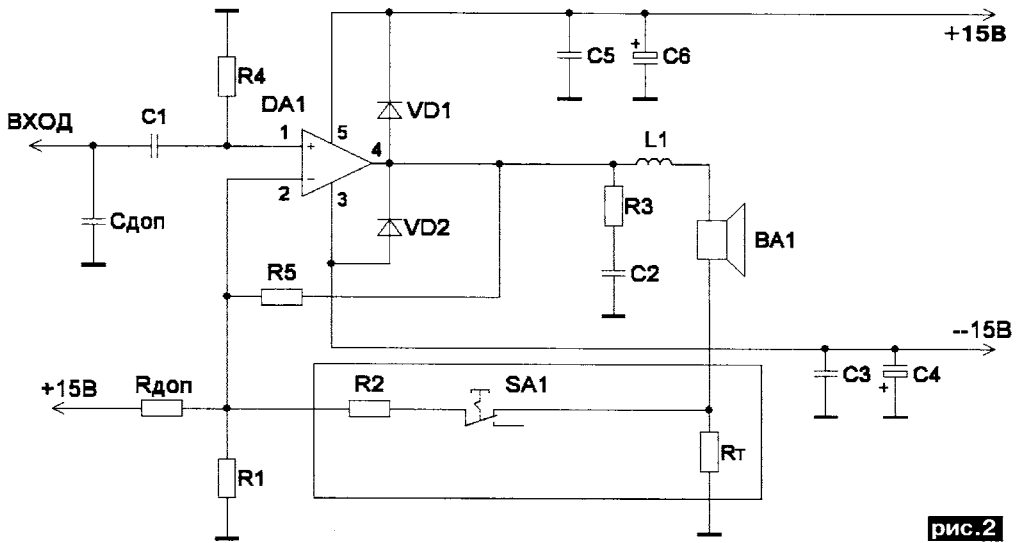
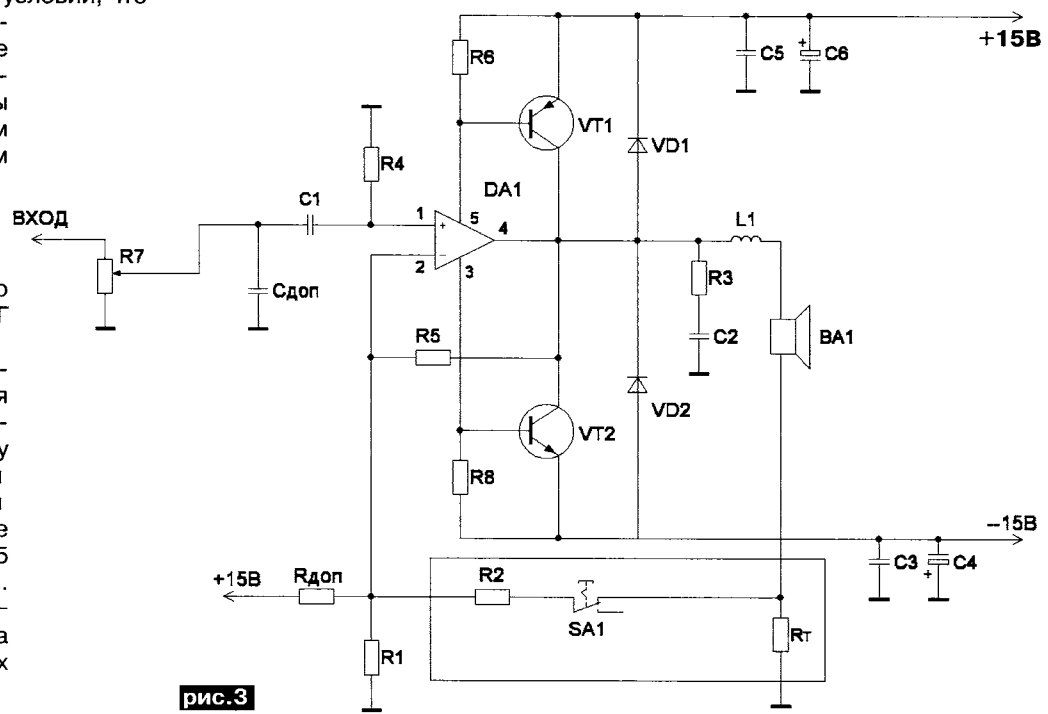
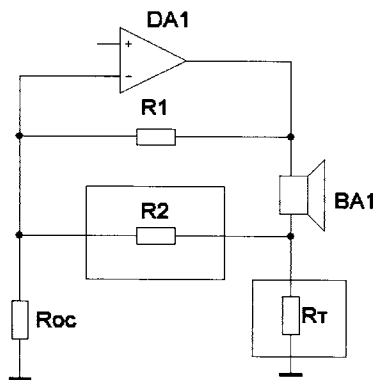

рис.2
рис.3
рис.4
Для максимальной простоты экспериментов решено было проводить испытания УМЗЧ по схеме **рис.2**. Принцип организации комбинированной ОС в неинвертирующем УМЗЧ понятен из **рис.4**. В качестве DA1 используется ИМС типа TDA2030. Введение ОС в цепи ГГ сводится к включению в схему имеющегося УМЗЧ двух новых резисторов R2 и Rт (**рис.4**), и вся «сложность» вычисления сводится к определению их. Сначала необходимо определить оптимальное сопротивление резистора датчика тока в цепи ГГ Rт. Согласно [1], следует руководствоваться формулой:
Задача по модернизации УМЗЧ сводится к переносу нововведений из **рис.4** в схему УМЗЧ **рис.2**, а затем и в схему **рис.3**. Позиции резистора R1 в схеме **рис.4** соответствует R5 в схеме **рис.2**. Соответственно, Roc – резистору R1 в **рис.2**, а позиции R2 в обеих схемах совпадают.
Микросхемы TDA используют весьма широко, но схемы дублируются «один в один», вместе с их серьезными недостатками. Так, например, при однополярном питании всегда используется оксидный конденсатор, включаемый последовательно с резистором R1 (**рис.2**).
Неприятный факт заключается в том, что ИМС типа TDA2030 может неудовлетворительно поддерживать нулевой потенциал на своем выходе (**рис.2**).
Вышерассмотренная проблема TDA2030 проявляется в том, что при отсутствии конденсатора последовательно с R1 без дополнительного резистора Rдоп(рис.2) на выходе УМЗЧ возникает постоянное напряжение в пределах примерно 0,2...0,3 В.
Цепь R3C2 (рис.2 и рис.3) не отключают, так как если УМЗЧ потенциально неустойчив в работе, то отключение этой цепи сразу же приведет к самовозбуждению УМЗЧ, не позволяя выставить нулевой потенциал на выходе TDA2030.
Она показана на рис.3. Отличие от базовой схемы (рис.2) заключается в дополнительных мощных транзисторах VT1 и VT2, которые «раскачиваются» потребляемым, по шинам питания током ИМС. Особенностью данной схемы является такой режим работы, когда транзисторы «загнаны с запасом» в режим отсечки тока, т.е. открываются лишь при максимальных токах потребления ИМС.
- транзисторы включаются лишь при максимальных токах ОУ, а все остальное время в нагрузке используется выходной ток ОУ (рис.3).
Данная схема УМЗЧ, с дополнением мощных транзисторов, целесообразна больше с мостовым включением ИМС, где требуется (или, возможно, допускается) работа на низкоомную нагрузку. Большое удобство в схеме рис.3 заключается в том, что коллекторы обоих транзисторов размещены на общем теплоотводе.